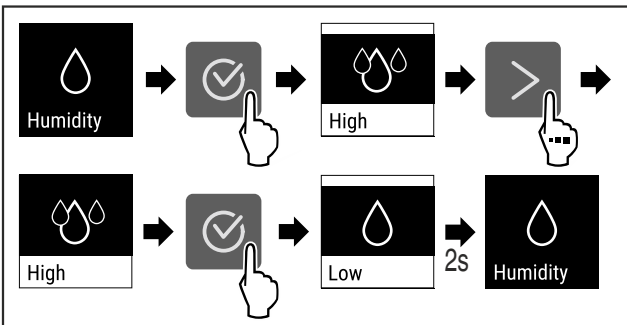

Fig. 95
- ▶ Efectuați pașii de acțiune (vezi Fig. 95) .